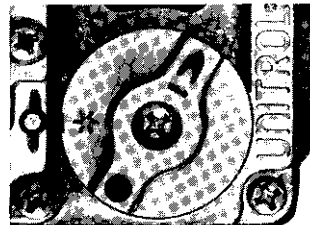

Fig. 6 "Allumage"
- Mettre en position «allumage» le bouton du régulateur d'admission de gaz (fig. 6).